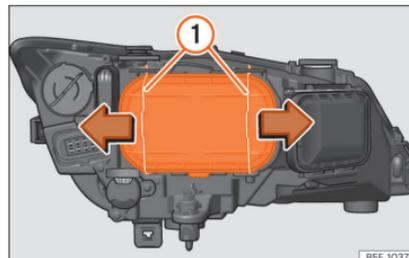

Abb. 106 Abblendlicht
- Verschieben Sie die Streben » **Abb. 106 ①** in Pfeilrichtung und nehmen Sie den Deckel ab.